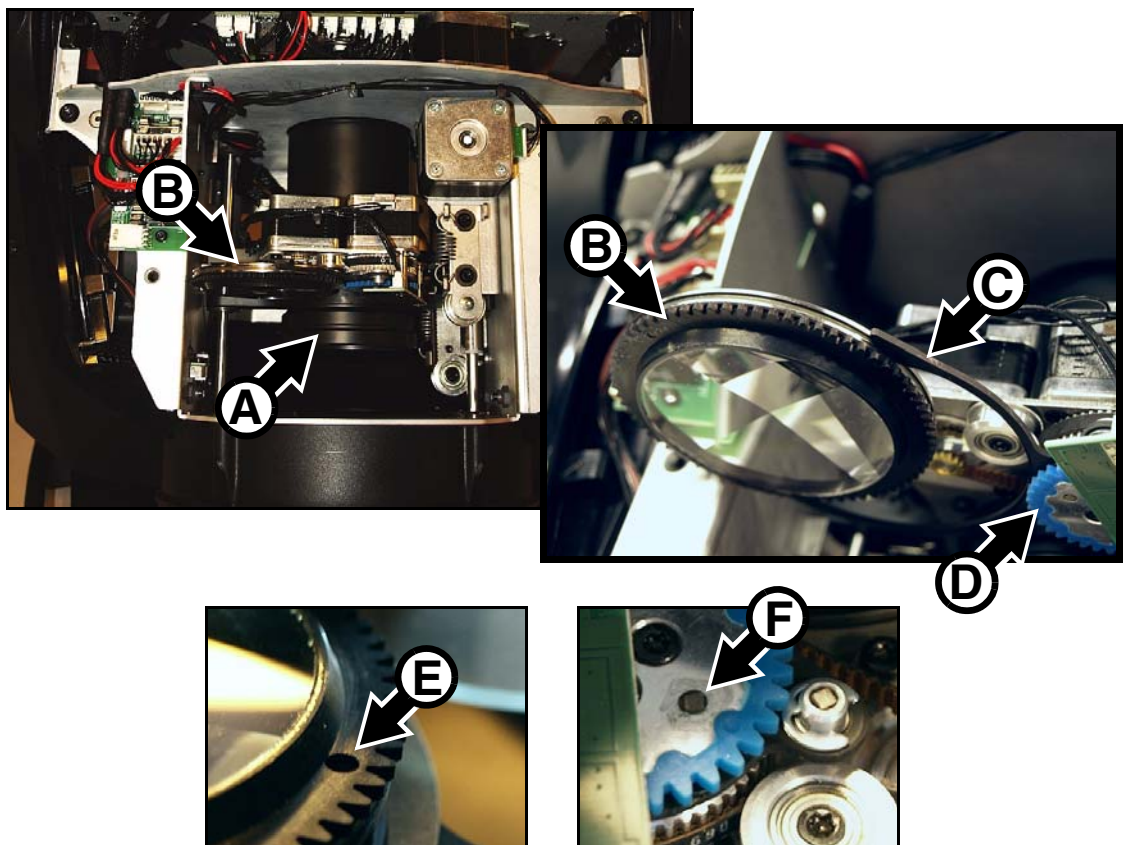

Figure 18: Retrait et remontage du prisme
3. Voir Figure 18. Faites glisser l'équipage zoom/net **A** vers sa butée avant.